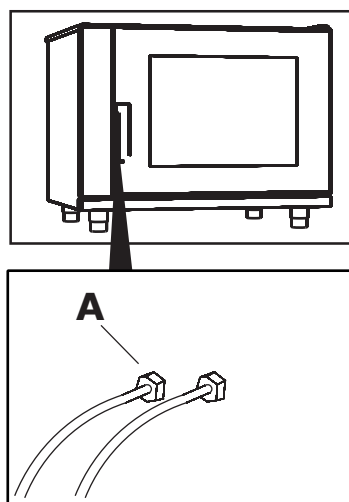

Figure 8
- dévisser, s'il est nécessaire, l'écrou à sceller (**A-Fig.8**) des câbles des thermostats, désenfiler les câbles et dévisser la fixation du thermostat de sécurité et les vis du thermostat de cuisson fixé arrière du panneau de contrôle;